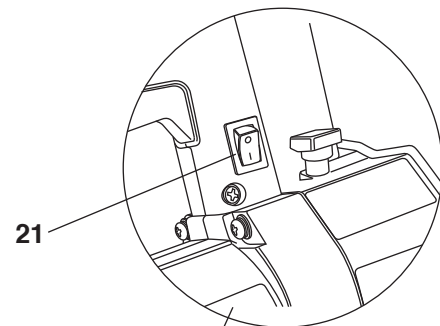

FIG. 30
The tool power cord must be plugged in, but you do not have to activate the trigger to use the laser. The laser alignment system can be turned on or off by using the switch **21** shown (Fig. 30).
2. Pull out the head assembly lock pin **3** (Figure 30).
Le cordon d'alimentation électrique de l'outil doit être branché, mais il n'est pas nécessaire d'actionner la gâchette pour vous servir du laser. Le système d'alignement du laser peut être activé ou désactivé au moyen de l'interrupteur **21** montré sur l'illustration (Figure 30).
2. Tirez sur le cheville de blocage de tête **3** (Figure 30).